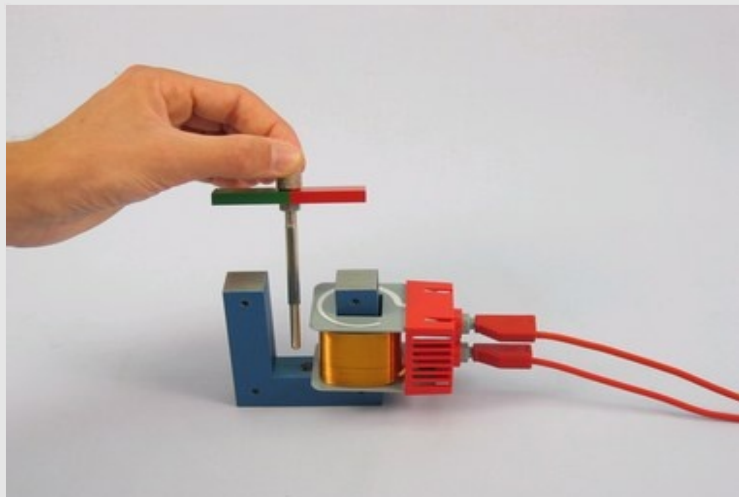

Abb. 5
- Stecke den Drehstiel mit Magnet mit dem dünnen Ende in den U-Kern (vgl. Abb. 5 und 6). Wähle einen Abstand von ca. 5 mm. Lasse den Magnet sehr schnell rotieren, beobachte die Lampe und notiere Deine Beobachtungen unter "Ergebnis - Beobachtungen 6" im Protokoll.